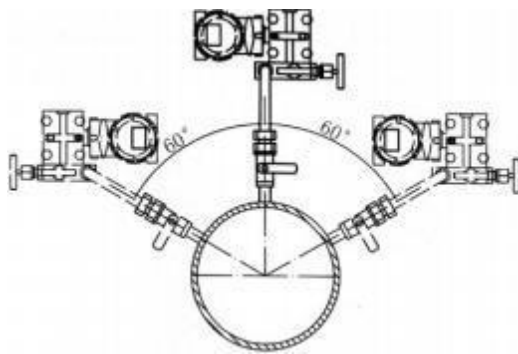

图 6：气体流量测量水平管道安装图
② 如图 6 所示：测量气体介质流量时，取压管口最佳安装角度为 270° ，如果在 270° 不可能安装时，可在 $210^\circ \sim 270^\circ$ 和 $270^\circ \sim 330^\circ$ 范围内安装。但差压变送器必须水平安装在三阀组顶水平面上。